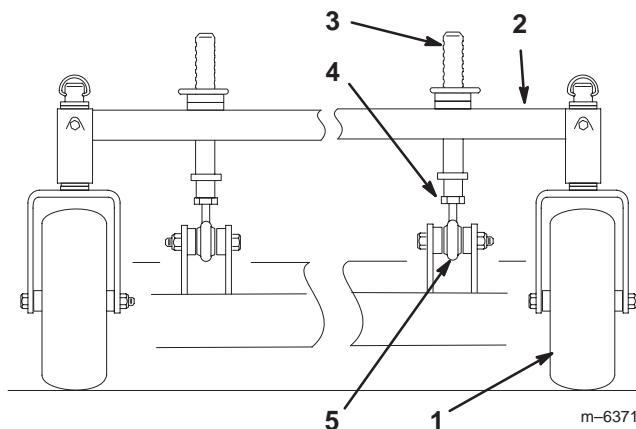

Figure 51
1. Vous pouvez régler les montants de hauteur de coupe avant pour modifier l'inclinaison avant/arrière (Fig. 51).
2. Pour éléver l'avant du plateau de coupe, desserrez le contre-écrou et tournez la goupille avant dans le sens horaire (Fig. 51).
3. Pour abaisser l'avant du plateau de coupe, desserrez le contre-écrou et tournez la goupille avant dans le sens anti-horaire (Fig. 51)